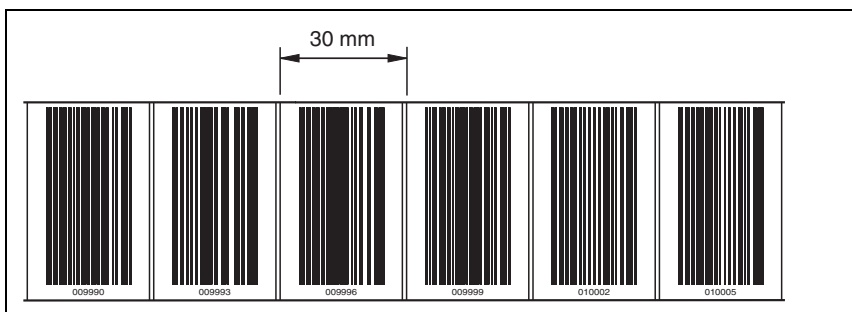

Fig. 6.11 : Vérification du résultat de l'impression du kit de réparation de la BCB
3. Vérifiez le résultat de l'impression en mesurant l'écart entre deux codes (voir figure 6.11).